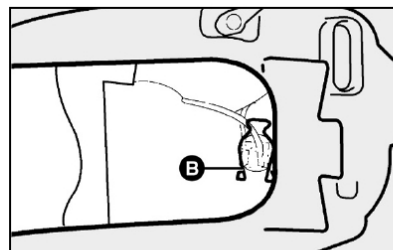

fig. 29
- 3) retirar o porta-lâmpada pressionando as presilhas B-fig. 29 abrindo-as lateralmente;